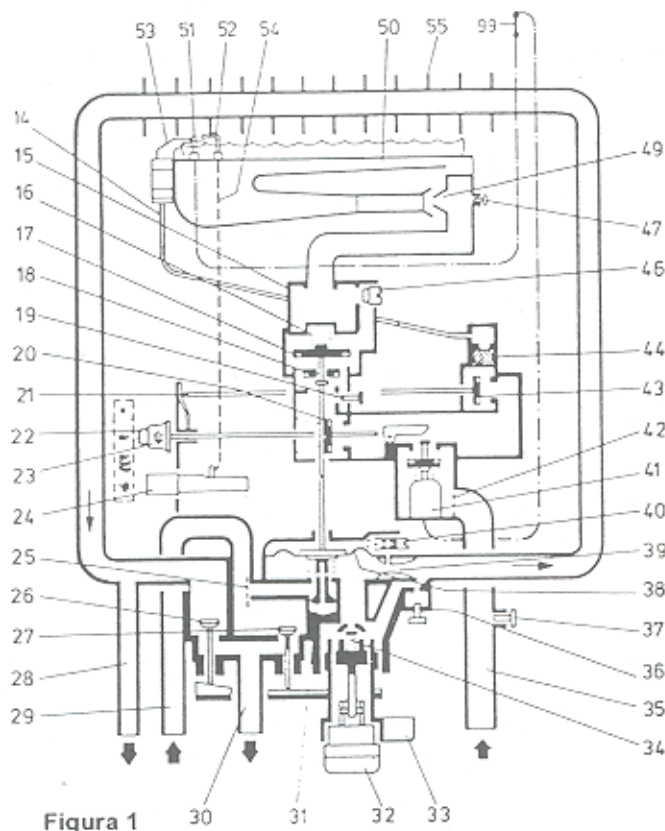

Figura 1
- Înfiletați robinetul R 1/2" cu rozetă pe teava de apă, având grijă de filtrul de apă încorporat (Figura 1,2, Poz. 25).